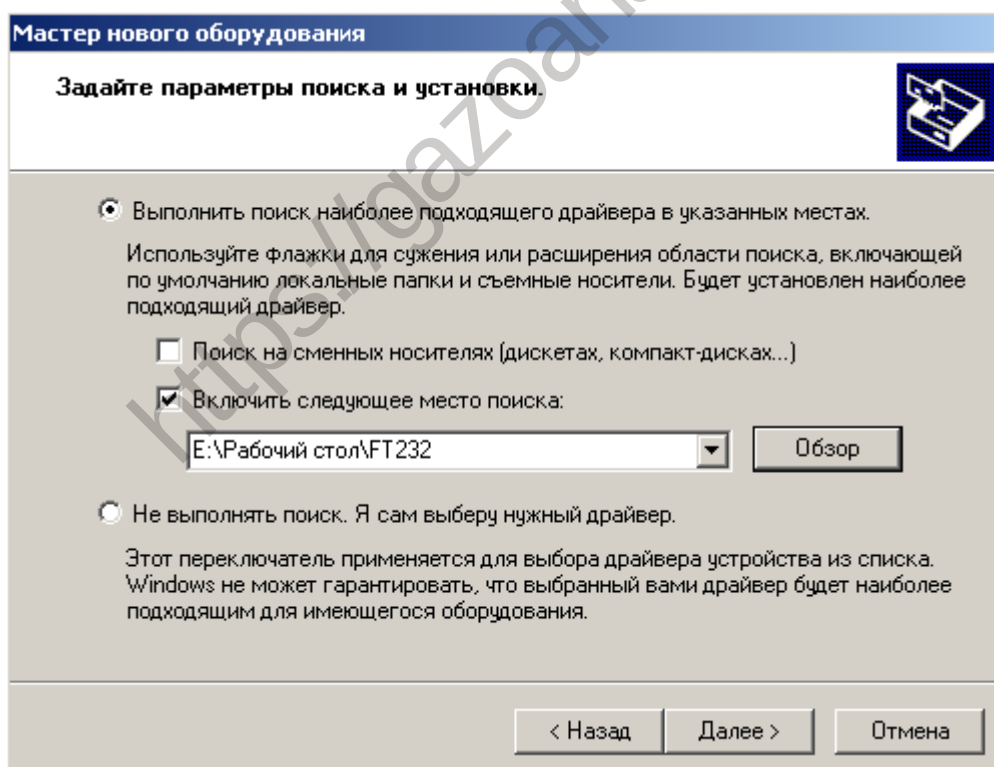

Рисунок 3.3 – Выбор файлов драйверов
3. Указать путь к файлам драйверов, заранее взятых из сети Интернет (см. рисунок 3.3).